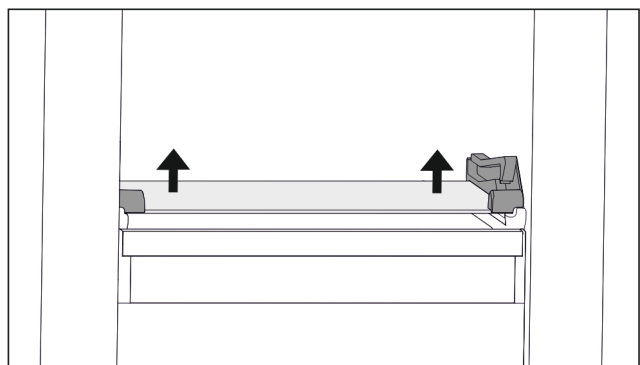

Fig. 66 Glasplatte des abklippbaren Schubfachs
- ▶ Glasplatte von unten beidseitig nach oben drücken. (siehe Fig. 66)